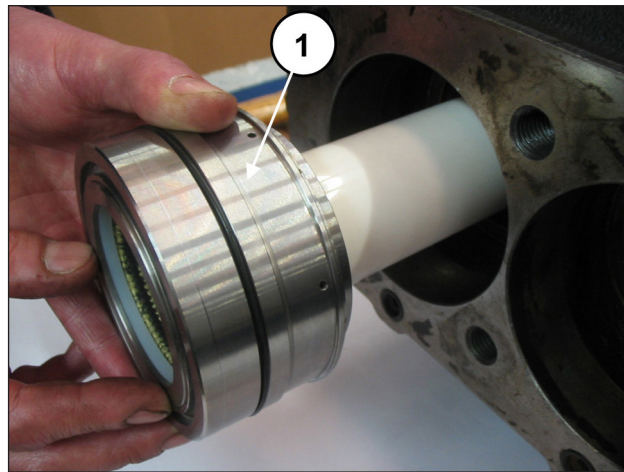
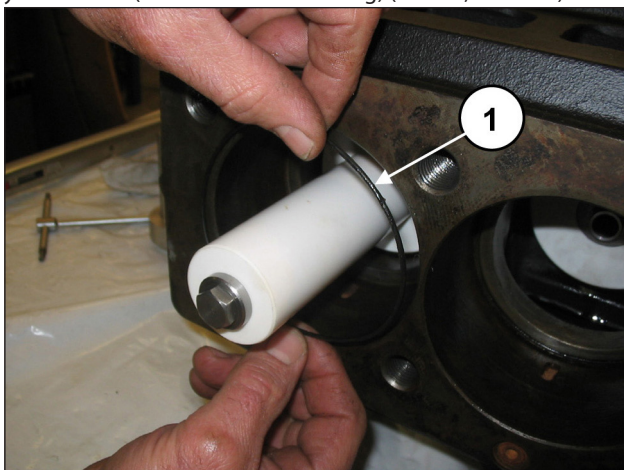

Рис. 168
Рис. 167
Откалибруйте винты динамометрическим ключом, как указано в главе 3. Вставьте уплотнительное кольцо O-Ring в картер насоса (поз. ①, Рис. 167), а затем вставьте до упора предварительно собранный узел рубашки и опоры уплотнений (вместе с тем же O-Ring) (поз. ①, Рис. 168).